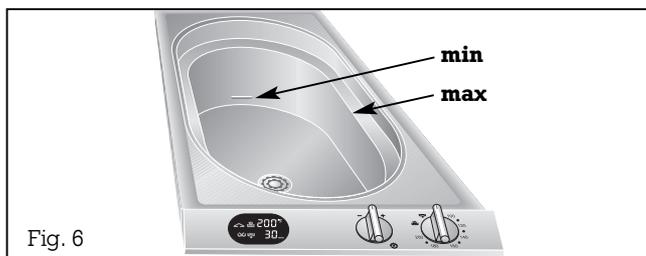

Fig. 6
- **Remplissez** la cuve d'eau ou d'un autre liquide de cuisson (quantités : voir tableau de cuisson et livre de recettes). La cuve doit être remplie au moins jusqu'à la marque « mini » et ne doit pas être remplie au-delà du bord (fig. 6).